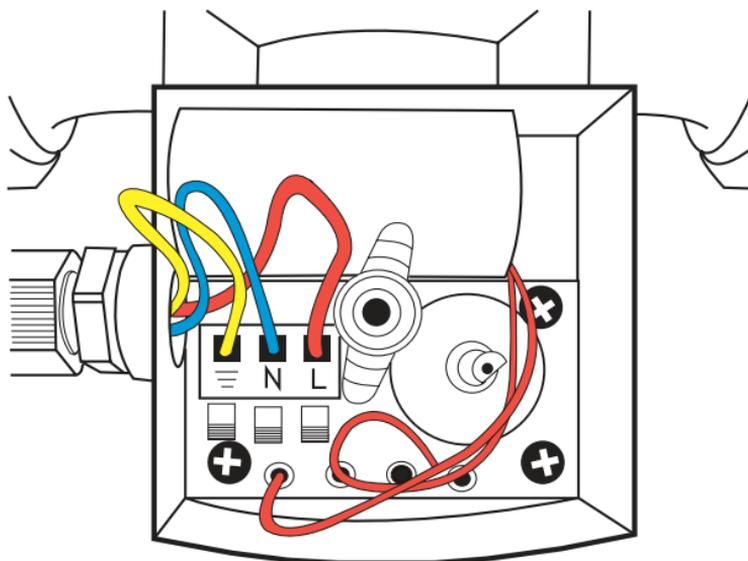

Рисунок 3
5.4 Схема подключения насоса к электросети (рисунок 3)